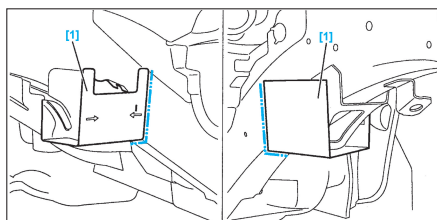

FIG. 18
- Tracer à l'aide de l'outil [1] (Fig.18).